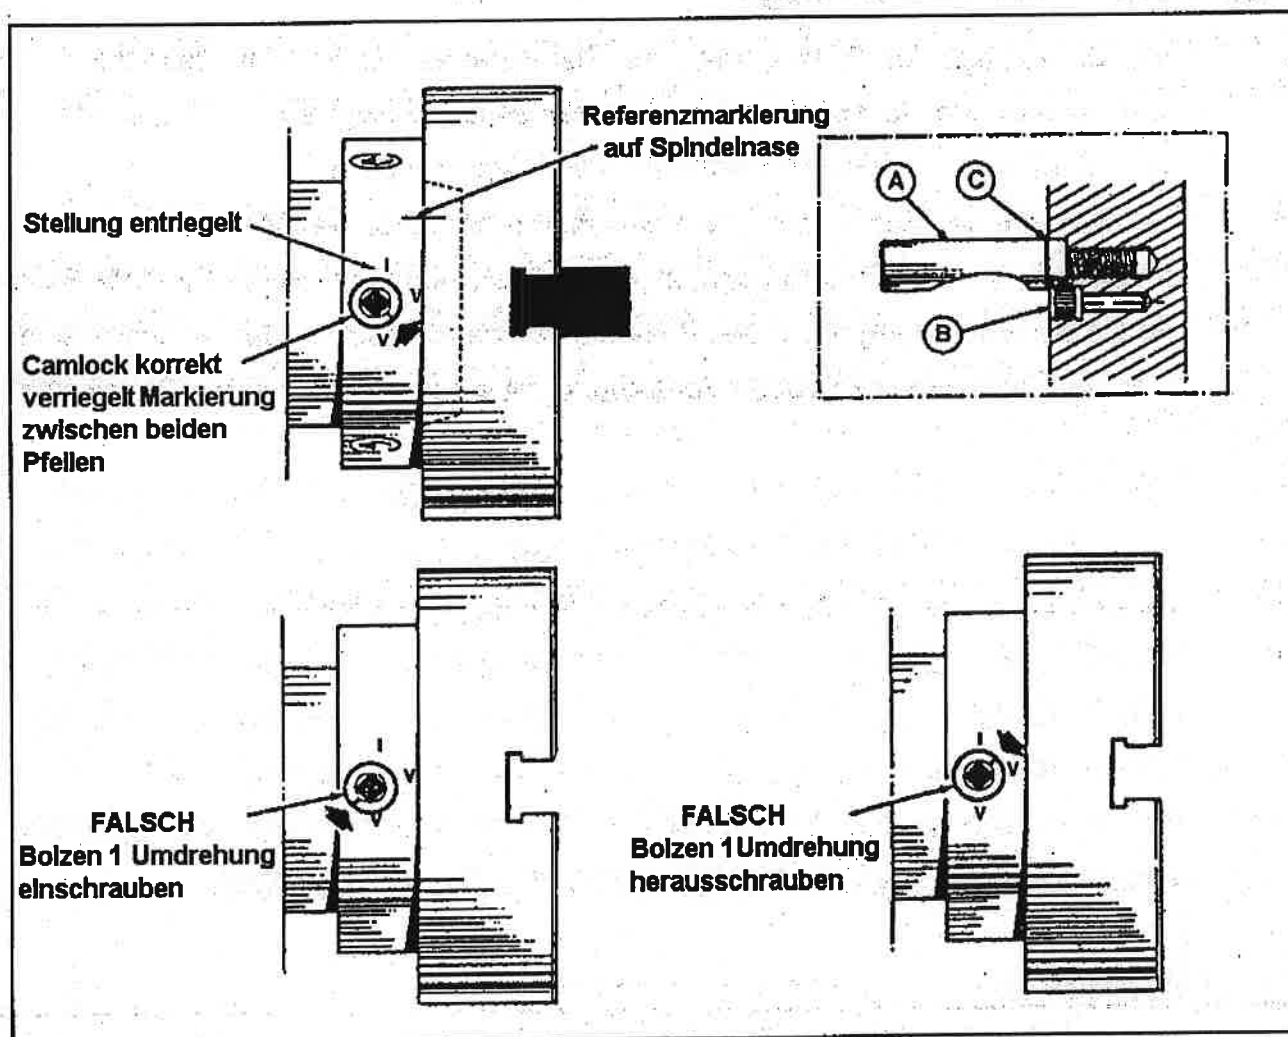

Abbildung 15
Zur Nachfüllung oder zum Austausch des Öles im Vorschubgetriebekasten, muss die Endabdeckung geöffnet werden. Das Nachfüllen erfolgt durch den Bogen (F) und wird in der folgenden Abbildung 15 dargestellt. Zum Ölwechsel wird die Ablassschraube (D) verwendet. Öl darf nur aus sauberen Behältern nachgefüllt werden. Ölsorte ISO VG37 2.2 Liter..
Der Schlosskasten ist mit einer manuellen Handpumpe zur Schmierung ausgestattet, siehe Abb.15. Das Öl wird aus dem Schlosskastenreservoir gefördert.
Bei der Montage des Futters oder einer Planscheibe, sicherstellen, dass die Spindelnase und die Kegelaufnahme sauber sind und dass alle Verriegelungen sich in der korrekten Position befinden, siehe Abbildung 15.